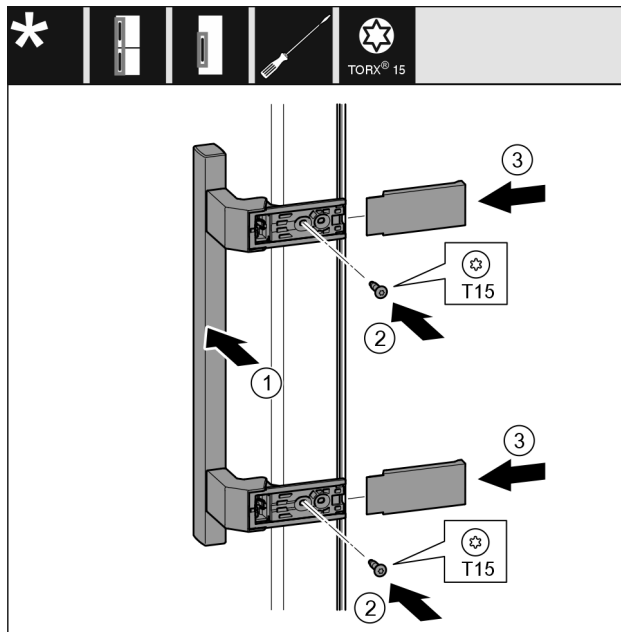

Fig. 25
- ▶ Nasad'te madlo Fig. 25 (1) na protilehlé straně.
- ▶ Šroubovákem šrouby Fig. 25 (2) pevně utáhněte.
- ▶ Kryty Fig. 25 (3) bočně nasad'te a nasuňte.